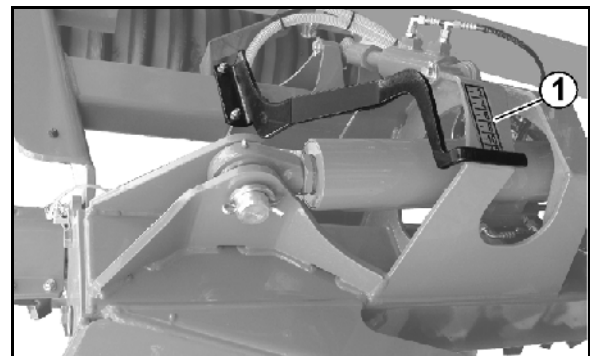

Fig. 37
- La profundidad de trabajo de la unidad de discos se ajusta hidráulicamente mediante la escala (Fig. 37/1).